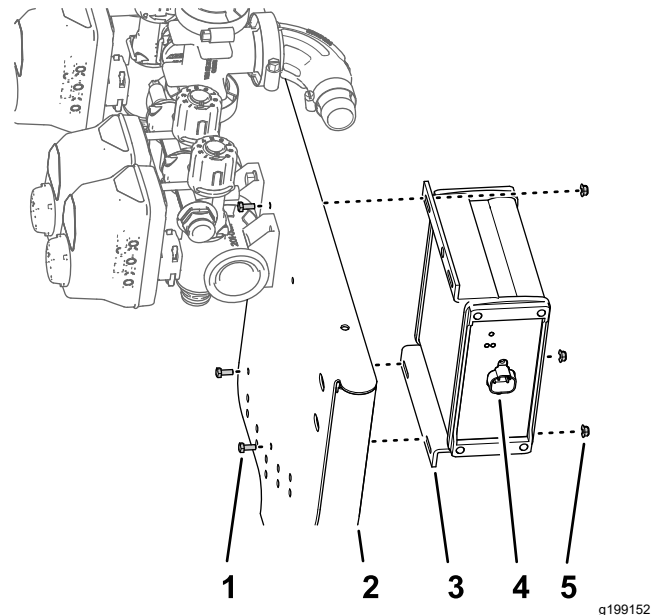

Figura 97
1. Alinee el controlador de fumigación ASC 10 en el lado delantero del soporte de las válvulas, orientando el conector de 4 pines hacia fuera (Figura 97).
2. Monte el controlador de fumigación en el soporte de las válvulas (Figura 97) con los 3 pernos (4 mm x 10 mm) y las 3 contratuercas con arandela prensada (4 mm).